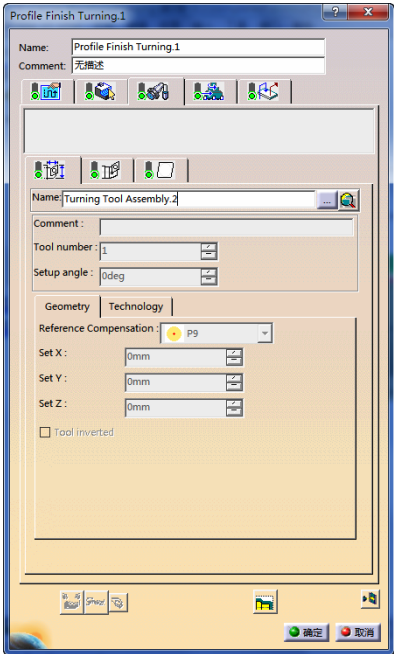

图 6-45 刀具参数选项卡 (3)
2) 定义刀具参数。单击“Profile Finish Turning.1”对话框中的, 切换到刀具参数选项卡（3），选择“Turning Tool Assembly.2”，如图 6-45 所示。